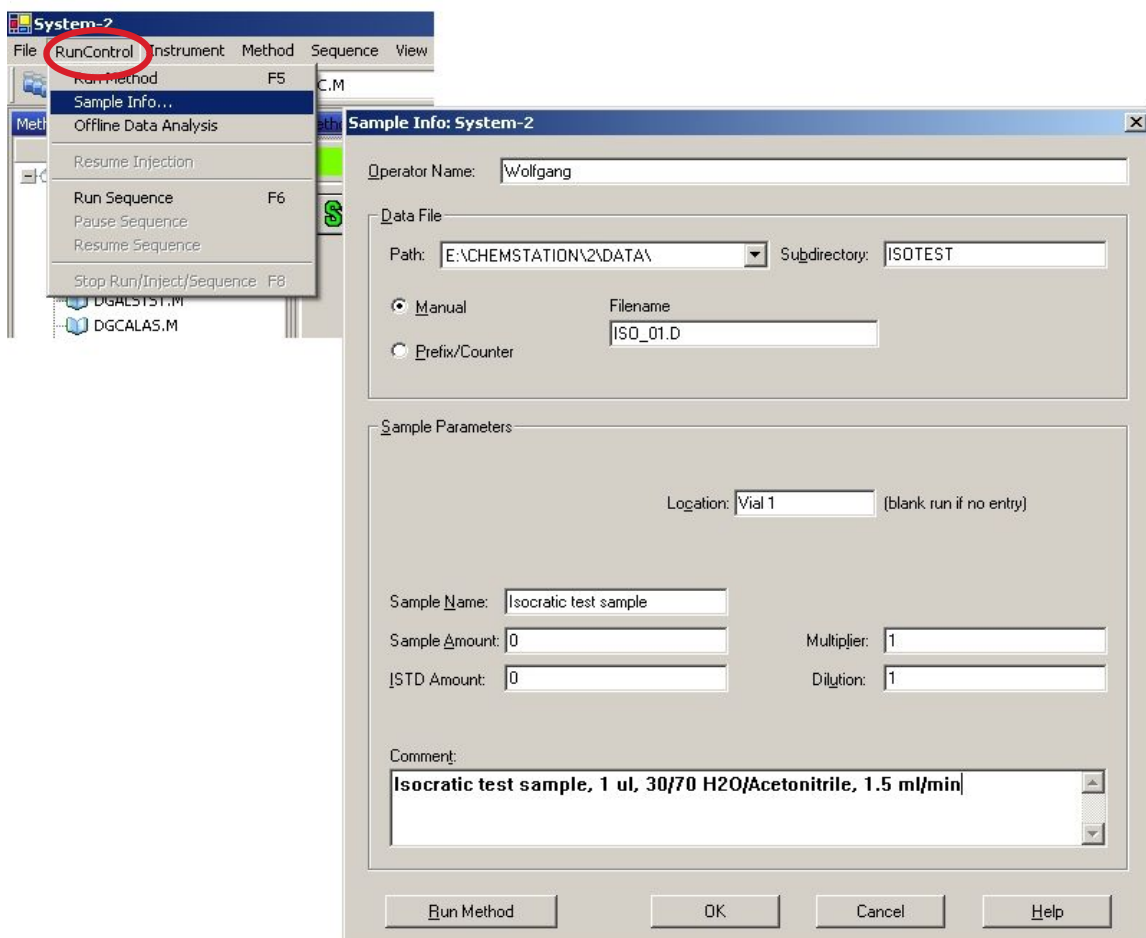

Abbildung 44 Probeninformationen
- 14 Wählen Sie den Menüpunkt **RunControl > Sample Info** und geben Sie Informationen zur Applikation ein (Abbildung 44 auf Seite 102). Klicken Sie auf **OK**, um den Bildschirm zu schließen.